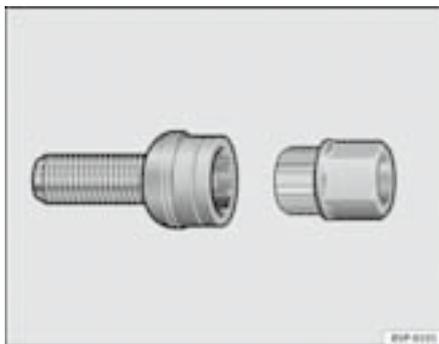

Fig. 156 Tornillo antirrobo de la rueda
- Coloque el adaptador hasta el tope en el tornillo antirrobo de la rueda ⇒ **fig. 156**.